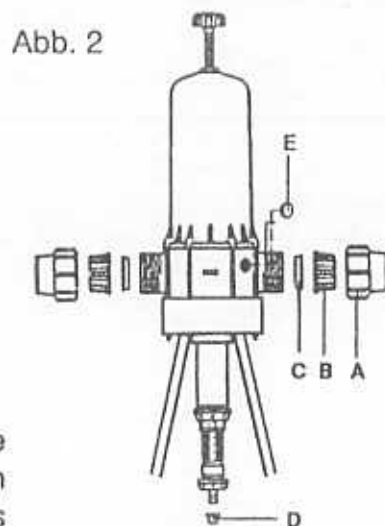

Abb. 2
- Die Muttern (**Abb. 2 - A**) und die Zahnringe (**Abb. 2 - B**) an den Wasserein- und auslaßöffnungen des Dosierers entfernen.
- Die Schutzkappen (**Abb. 2 - C**) an den Wasserein- und auslaßöffnungen, an der Saugöffnung für die Lösung (**Abb. 2 - D**) und am Pumpenkörper (**Abb. 2 - E**) entfernen.